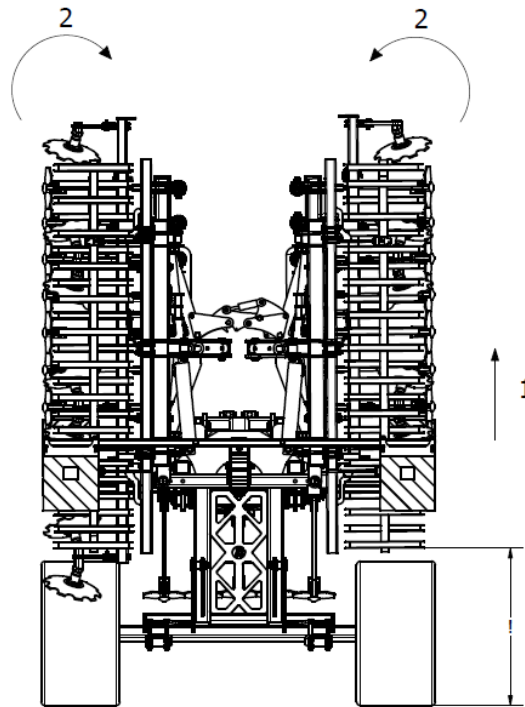

Abb. 13 Reihenfolge der Öffnung der Maschine: 1 - die Maschine bis zum Maximum anheben, 2 - die Flügel der Maschine in die „geschlossene“ Position klappen.
1. Zunächst muss das Fahrwerk möglichst tief abgesenkt und die Maschine so weit wie möglich angehoben werden, damit sie korrekt zusammengeklappt werden kann und die Klapparme während der Bewegung nicht am Boden hängen bleiben (Abb. 13).
2. Im nächsten Schritt werden die Flügel der Maschine hydraulisch in die „geschlossene“ Position geklappt, um sicherzustellen, dass der Flügelverriegelungsmechanismus entriegelt wird und die Arme der Maschine zu einem späteren Zeitpunkt geöffnet werden können. Dieser Vorgang ist jedes Mal erforderlich, wenn die Arme geöffnet werden (Abb. 13).